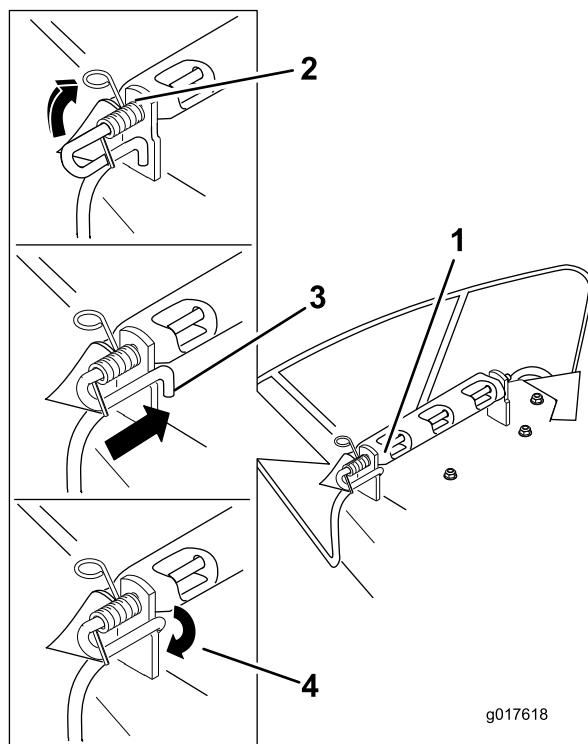

Figure 69
3. Positionnez le nouveau déflecteur d'éjection en plaçant les extrémités du support entre les supports soudés du tablier, comme montré à la Figure 69.
5. Positionnez le ressort sur la tige comme montré à la Figure 69, de sorte que l'extrémité la plus courte du ressort sorte du dessous de la tige avant le coude et passe par-dessus la tige à son retour.
6. Soulevez le côté avec la boucle du ressort et placez-le dans le cran du support de déflecteur (Figure 69).
7. Fixez l'ensemble tige et ressort en le tournant de sorte à pouvoir placer l'extrémité courte de la tige derrière le support avant soudé au tablier de coupe (Figure 69).